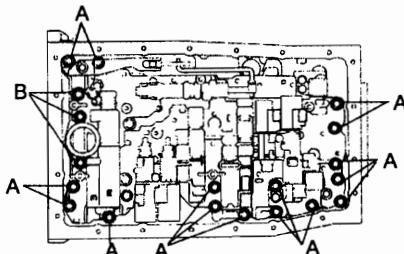
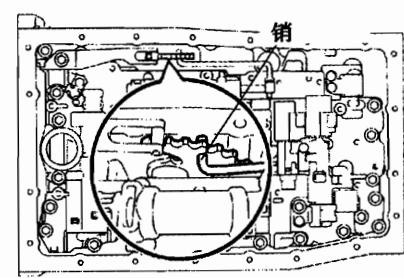

图 12-1-157
图 12-1-165
(1) 如图 12-1-157 所示, 拆下 19 个螺栓, 拆下变速器阀体总成。
- (7) 如图 12-1-157 所示, 安装两个螺栓和换挡电磁阀 SR, 螺栓的拧紧力矩为 6.4N·m。
- (8) 安装变速器阀体总成。
- ①如图 12-1-165 所示, 使手动阀的凹槽对准杆上的销。
- ②如图 12-1-157 所示, 安装 19 个螺栓, 螺栓 A 的长度为 25mm, 螺栓 B 的长度为 36mm, 螺栓的拧紧力矩为 11N·m。